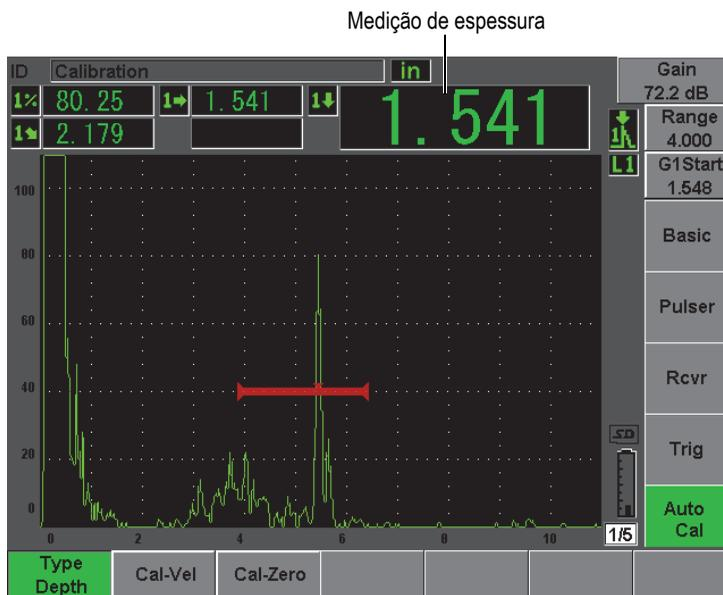

Figura 10-26 Exemplo de um sinal fechado para calibração de zero
- Use a tecla [**GATES**] para posicionar a porta 1 de modo que o primeiro furo lateral perfurado do bloco ultrapasse o limite da porta. Esta reflexão deve ser próxima a 0,5 pol. (12,5 mm) [veja Figura 10-26 na página 191].